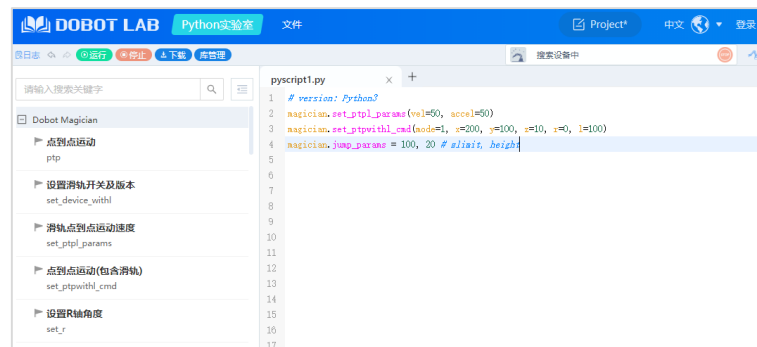

图 4.6 进入 DobotLab
**步骤 4** 在浏览器中输入<https://dobotlab.dobot.cc/>，进入DobotLab，如图 4.6所示。选择相应设备连接后，Magician Go 的状态指示灯蓝色常亮，利用积木编程、Python 编程以及控制面板等使 Magician Go(和 Magician Lite)动起来。